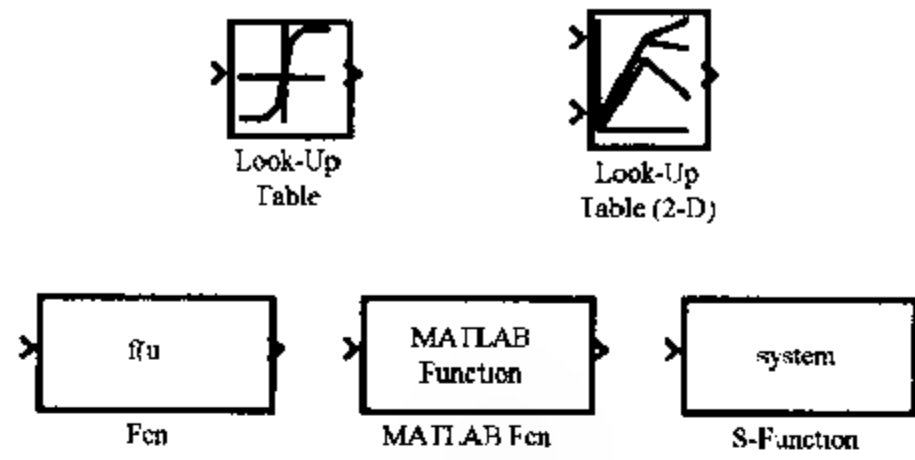

图 6.5 函数与表库中的模块图
- 3) Functions & Tables(函数与表库),打开该库,显示如图 6.5 所示的模块图.